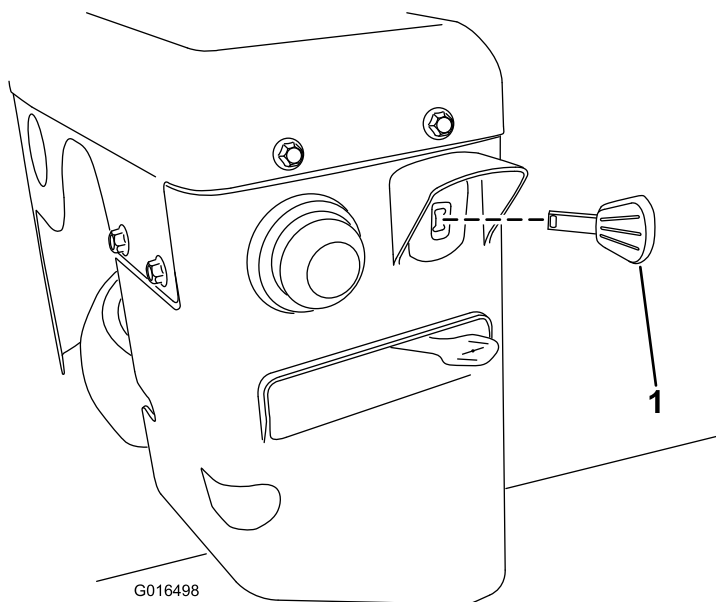

Bild 20
3. Stecken Sie den Zündschlüssel vollständig ein (Bild 20).